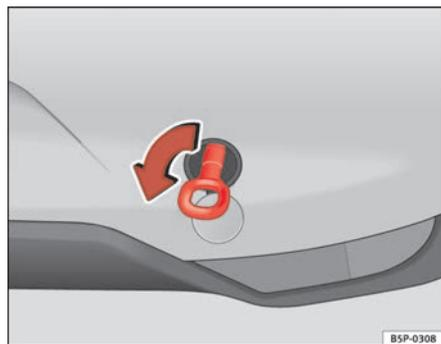

Fig. 208 Lato posteriore del veicolo: montaggio del gancio di traino
- Avvitare l'occhiello fino in fondo verso *sinistra*, nel senso indicato dalla freccia ⇒ fig. 208.